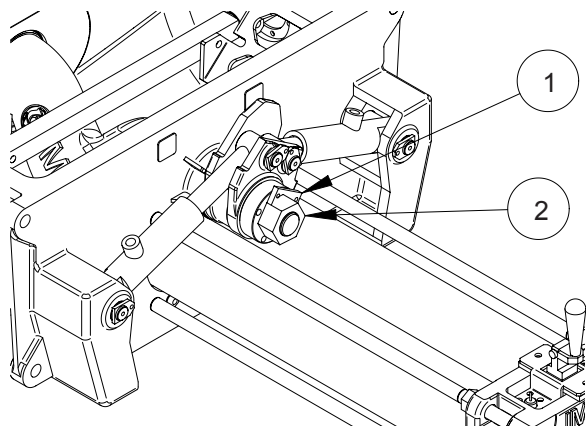

Fig.30
- Rimuovere la staffa di bloccaggio (Fig.30 Rif.1) dopodichè avvistare il dado di registro (Fig.30 Rif.2) per recuperare il gioco.
- Montare nuovamente la staffa di bloccaggio dado (Fig.30 Rif.1) con le relativi viti.